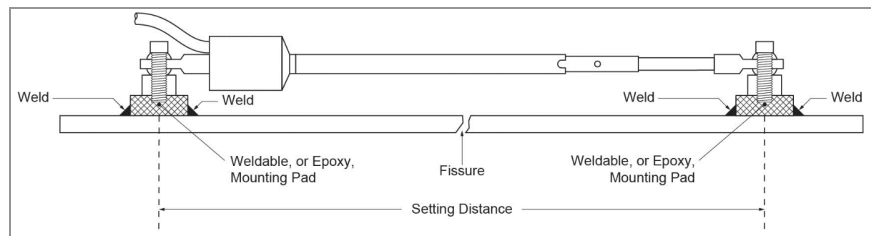

FIGURA 4: Instalación con accesorios de soldadura
7. Apriete los tornillos con cabeza a los accesorios de soldadura como se muestra en la Figura 4.